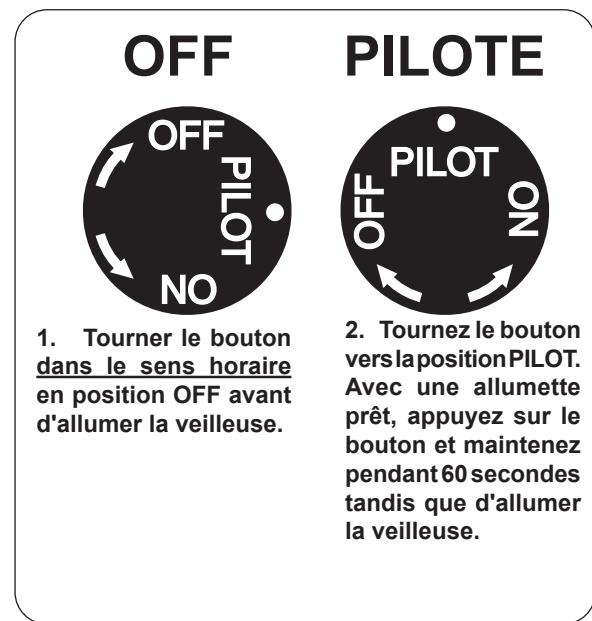

Fig. 26-1 Détail bouton de commande (OFF, PILOTE)
1. Localiser la vanne sur le côté de l'appareil. Appuyer sur le bouton légèrement de contrôle du gaz et tourner dans le sens horaire à **OFF** (Fig. 26-1).
2. Tournez le bouton de réglage dans le sens antihoraire pour **PILOTE** (Fig. 26-1). Appuyez sur le bouton de commande **fermement et pleinement** enfoncée. Tenez une longue allumette ou un briquet près du thermocouple pour allumer la veilleuse. Continuez à tenir le bouton de commande pendant environ 60 secondes après que le pilote est allumé, puis relâchez le bouton. Le pilote reste allumé.